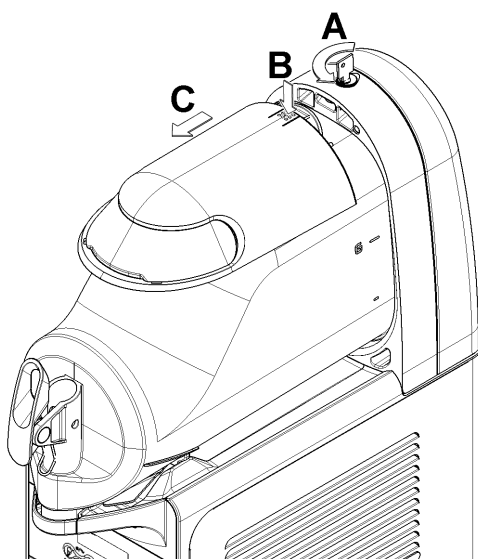

figura 6
- 1 Per rimuovere il coperchio del contenitore, premere il tasto superiore e far scorrere il coperchio stesso verso la parte anteriore del contenitore. Nel caso sia presente la serratura per la chiusura di sicurezza del coperchio, ruotare la chiave in senso antiorario per sbloccare il tasto di apertura (vedere figura 6).